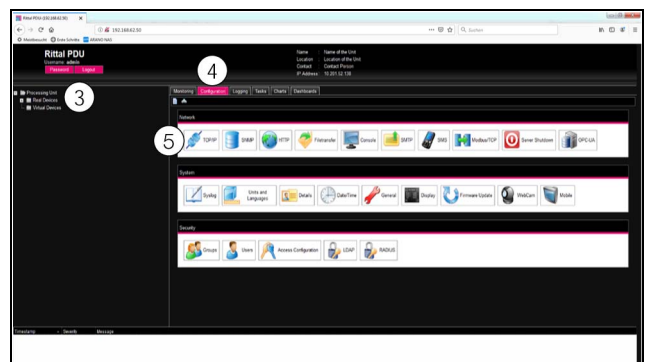

Abb. 18: Anpassen der TCP/IP-Einstellungen
- Betätigen Sie die Schaltfläche „Login“, um die Website des Geräts anzuzeigen. Es erscheint das Übersichtsfenster des Geräts (vgl. Abb. 18).
Es erscheint das Übersichtsfenster des Geräts (Abb. 18).
- Klicken Sie im linken Teilbereich des Übersichtsfensters (Navigationsbereich) auf den Eintrag **Processing Unit** (Abb. 18, Pos. 3) und im rechten Teilbereich (Konfigurationsbereich) die Registerkarte **Configuration** (Abb. 18, Pos. 4).
- Klicken Sie im Gruppenrahmen **Network** auf die Schaltfläche **TCP/IP** (Abb. 18, Pos. 5).